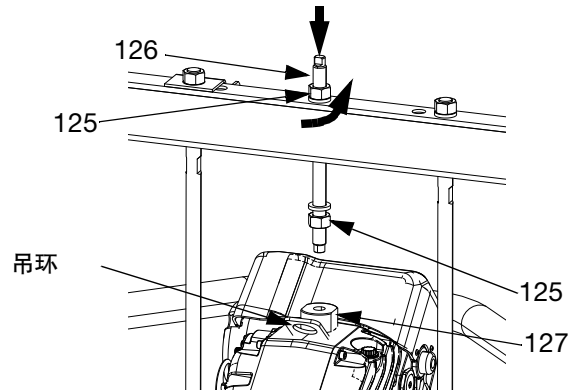

图 50: 55 加仑压盘
5. 断开驱动器 (AB) 的连接:
- a. *D200* 3 英寸和 *D200s* 6.5 英寸供料单元: 将安全起重机安装到驱动器吊环上。松开横杠下面的螺母 (125)。用一把扳手夹住吊环转换接头 (127) 不动, 并用另一把扳手松开横杠上方的螺杆 (126)。参见图 50。